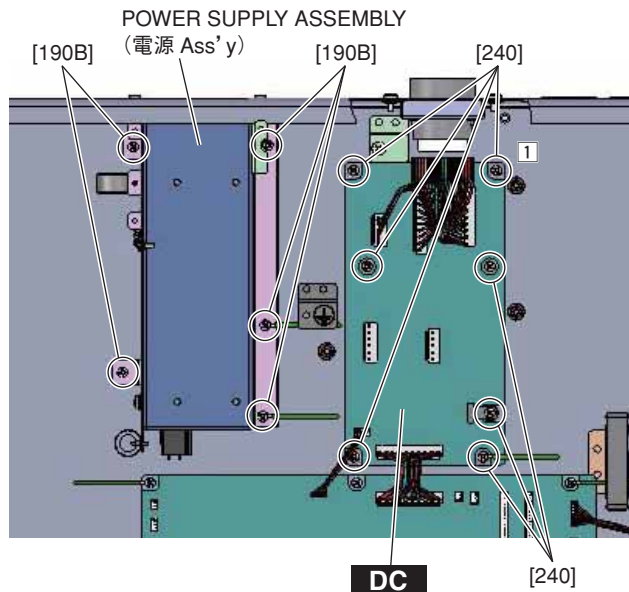

Fig. 4 (図 4)
- A-15-5. Remove the two (2) screws marked [190A] and the five (5) screws marked [190B]. The power supply assembly can then be removed. (Photo 18, Fig. 4)
* **When installing the power supply assembly, tighten the screw ① shown in Photo 18 and then tighten the other screws.**
- A-16-3. Remove the seven (7) screws marked [240]. The DC circuit board can then be removed. (Fig. 4)
* **When installing the DC circuit board, tighten the screw ① shown in Fig. 4 and then tighten the other screws.**
- A-15-5. [190A] のネジ 2 本と [190B] のネジ 5 本を外して、電源 Ass'y を外します。(写真 18、図 4)
- A-16-3. [240] のネジ 7 本を外して、DC シートを外します。(図 4)
※ DC シートを取り付ける際は、図 4 に示す ① のネジを締めてから他のネジを締めてください。